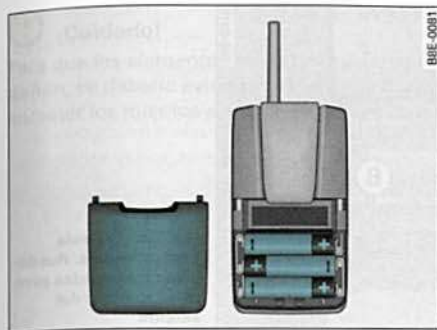

Fig. 134 Control remoto para calefacción / ventilación estacionaria, cambio de batería
- Retire hacia atrás la tapa de las pilas del control remoto $\Rightarrow$ fig. 134 y quítela.